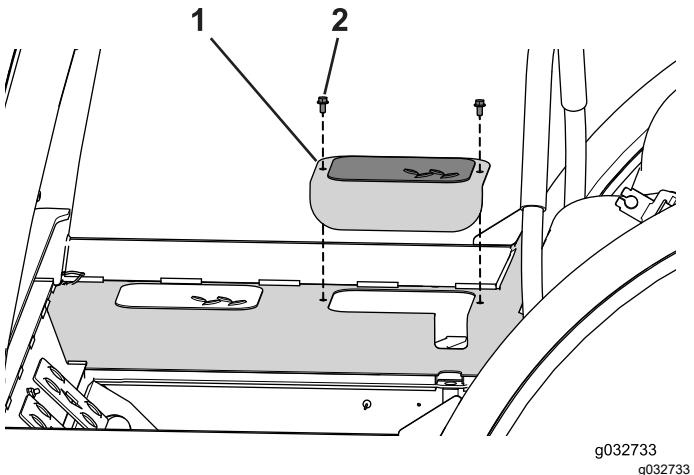

Figure 112
- Retirez les 2 boulons qui fixent le couvercle d'accès de chaque côté de la machine (Figure 112).